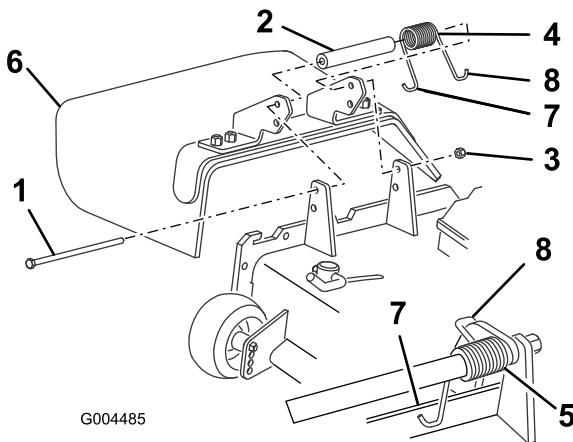

Figura 80
2. Retire a porca de bloqueio, o parafuso, a mola e a cunha que fixam o deflector aos apoios de articulação (Figura 80). Se o deflector de relva estiver danificado ou gasto, retire-o.
da plataforma antes de colocar o parafuso (como se mostra em Figura 80).
4. Coloque o parafuso e a porca. Coloque a extremidade direita em gancho J da mola à volta do deflector de relva (Figura 80).
3. Coloque a anilha e a mola entre os suportes de substituição do deflector de relva (Figura 80). Coloque a extremidade esquerda em gancho J da mola por trás da extremidade da plataforma.